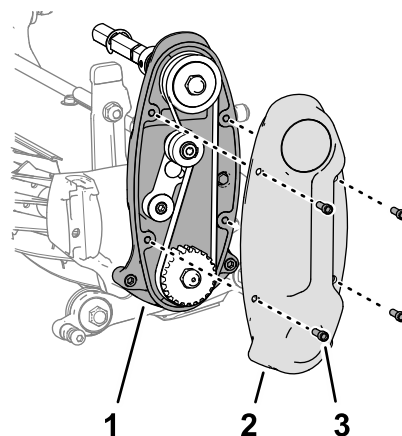

Рисунок 18
5. Установите крышку на корпус привода барабана (Рисунок 18) с помощью 4 винтов с внутренними шестигранниками ( $\frac{1}{4}$  x  $\frac{3}{4}$  дюйма).